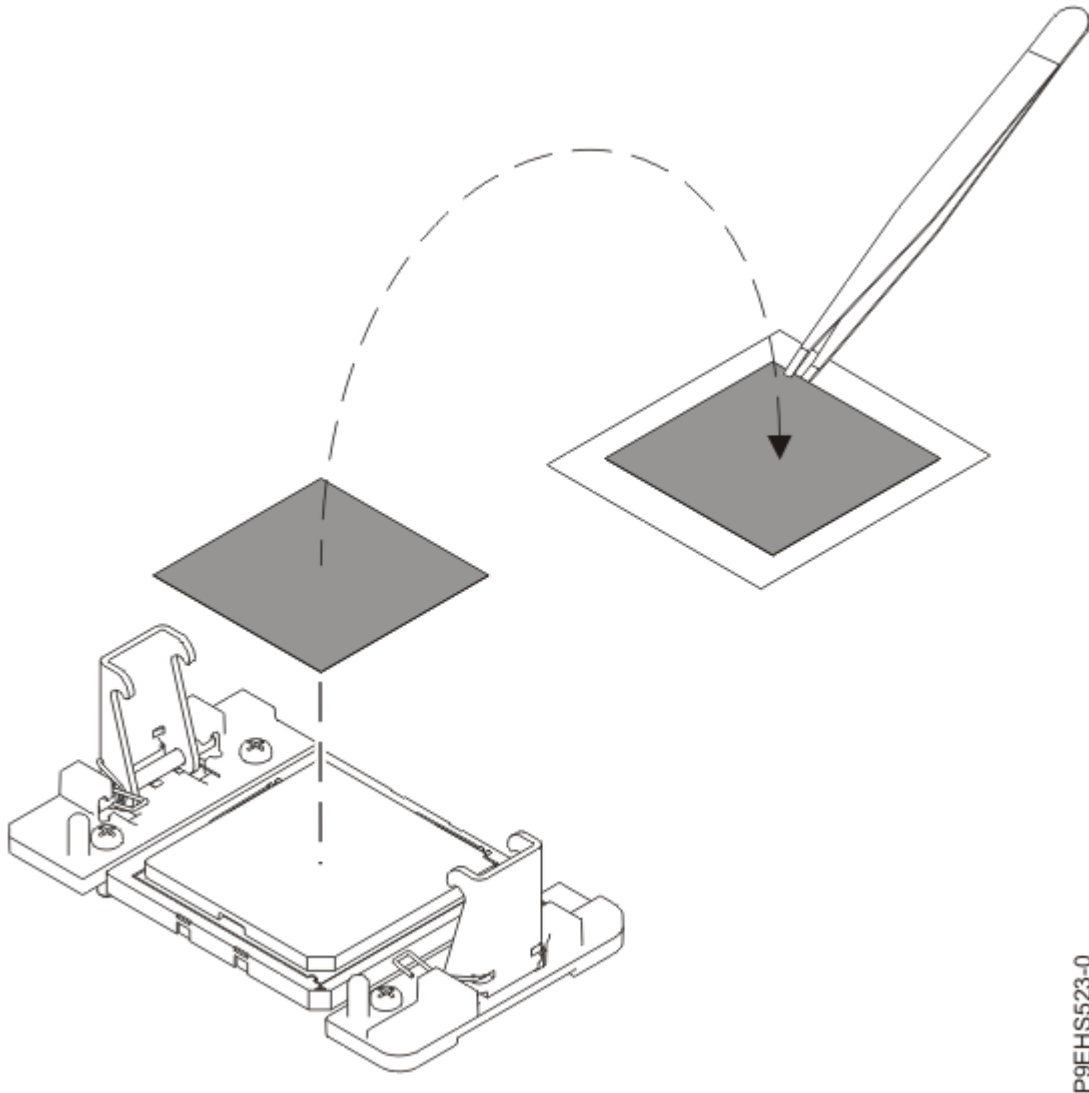

Figure 114. Retrait du matériau d'interface thermique du module processeur système
9. A l'aide de pinces à épiler, retirez soigneusement le matériau d'interface thermique du dessus du module processeur système et placez-le sur une surface propre et sèche, comme indiqué dans la Figure 114, à la page 131.